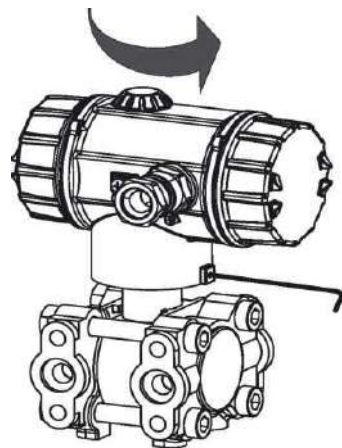

Рисунок 7 - Вращение корпуса преобразователя
8.7.1 Корпус преобразователя может вращаться в пределах $\pm 160^\circ$, см. рисунок 7.